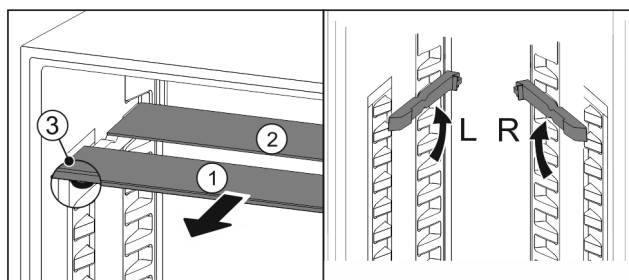

Fig. 143
- Tërhiqni një nga një pllakat e xhamit nga përpara Fig. 143 (1).
- Pllaka e xhamit Fig. 143 (1) me kornizën ndodhet përpara.
- Ndaluësit Fig. 143 (3) janë të drejtuar për poshtë. Pajisjet me dhomë ngrirjeje.*